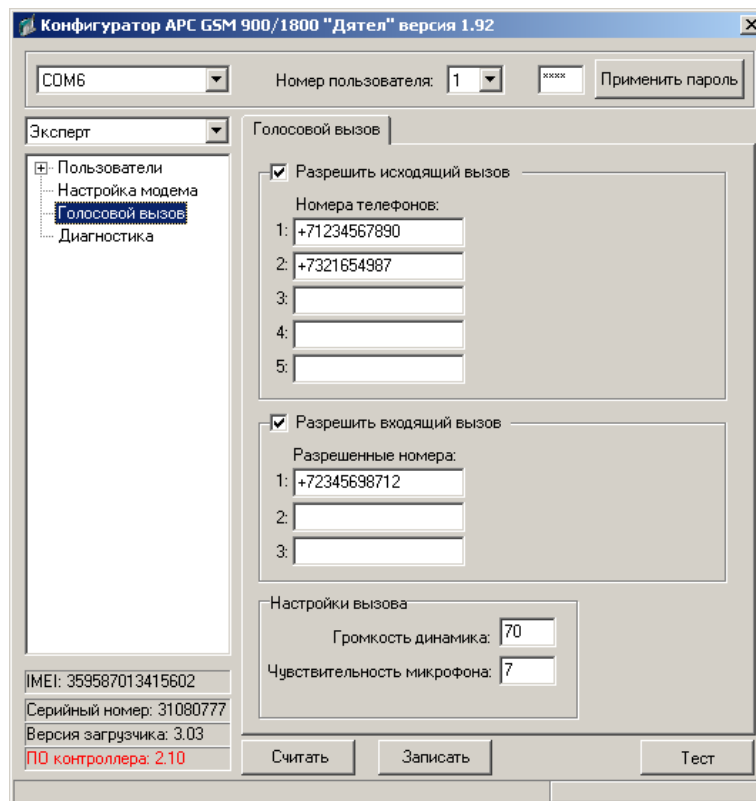

Рисунок 7
2.4.12 Выбрать в поле слева «Голосовой вызов» и настроить приведенные ниже параметры (рисунок 7).